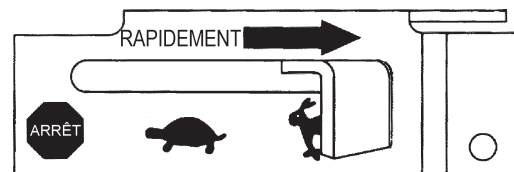

Figure 25. Accélérateur (position rapide)
9. Pour commencer à mélanger, régler l'accélérateur (figure 25) à la position "**LAPIN**" (RAPIDE).